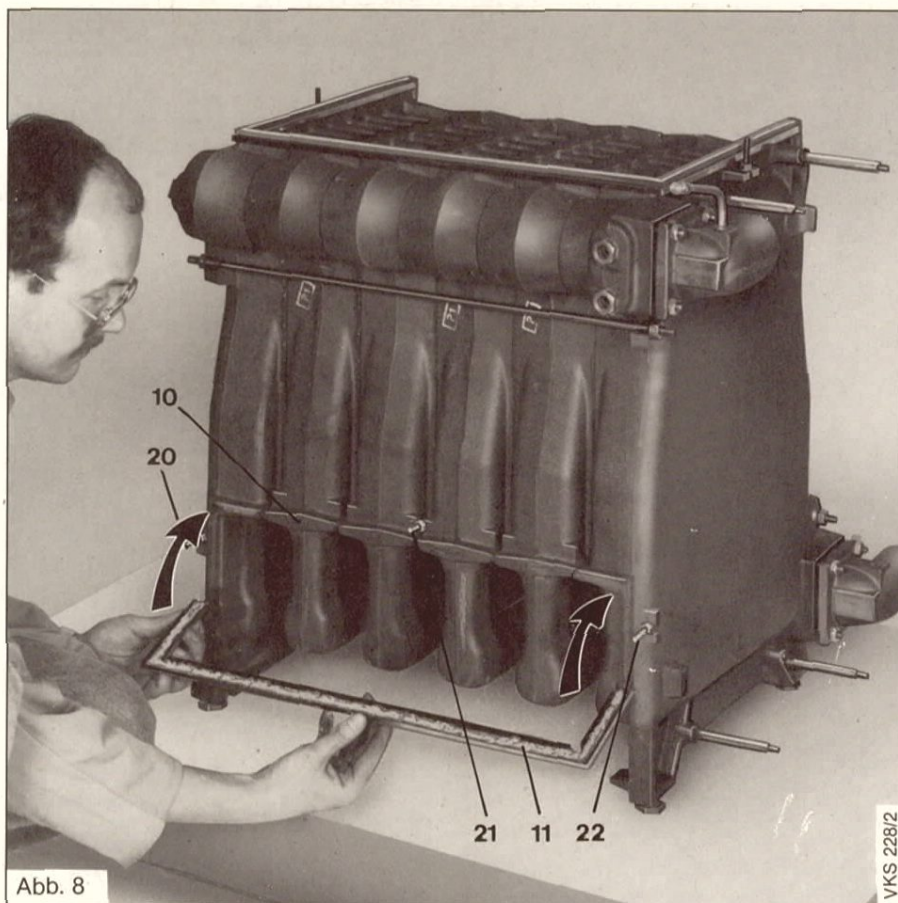

Abb. 8
- Das Abdichtungsprofil (11) vollständig mit Dichtmasse auffüllen (siehe Abb. 8).
- Das Abdichtungsprofil (11) auf den Gußsteg (10) gleichmäßig fest andrücken.
- Zwischenräume müssen abgasdicht sein. Ggf. mit Dichtmasse füllen. Das selbstklebende Dichtband entfällt hier. Die Oberfläche des Abdichtungsprofils (11) sauber halten!